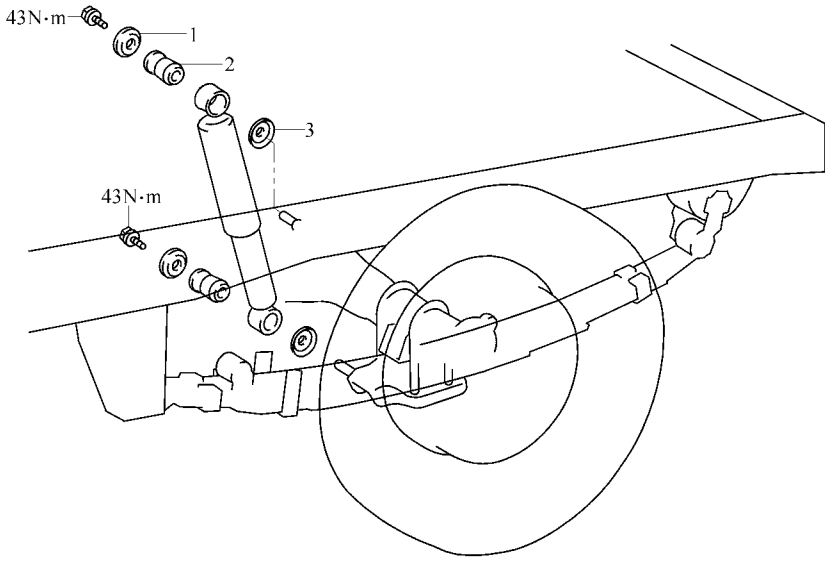

图 14-30 后减振器图
1. 后减振器。其结构由活塞、缸筒、阀门和阀片、护圈、衬套等组成，如图 14-30 所示。